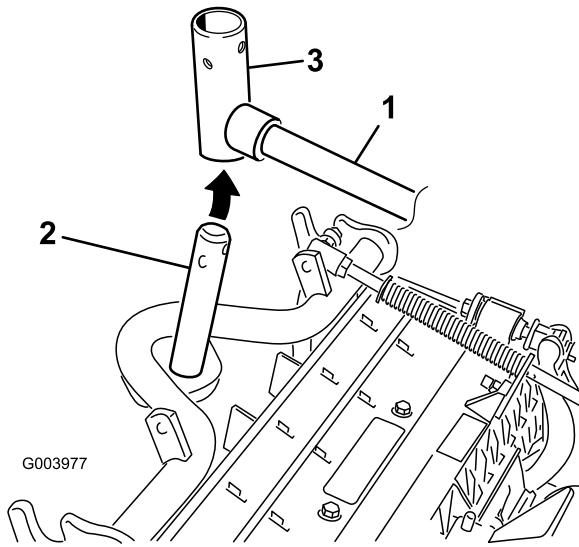

图10
8. 对于前滚刀组，在将承载架轴向上插入提升臂轴轭的同时，把滚刀组滑到提升臂下方（图10）。
B. 将提升臂轭插入承载架轴的上方（图10）。